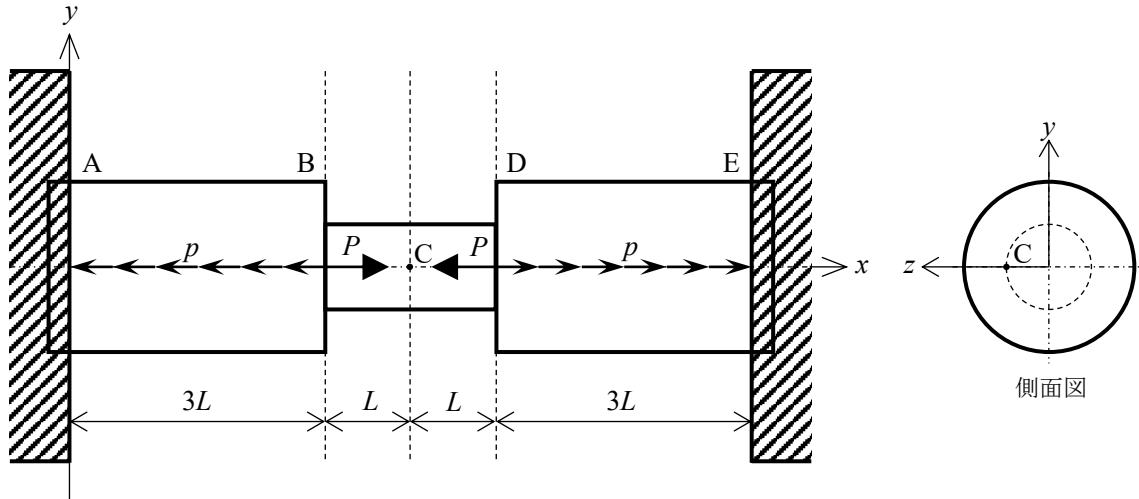

Fig. 2 両端が壁に固定された段付き丸棒.
- [2] 点 A, 点 E において壁に固定された段付き丸棒があり, 図 2 のように分布荷重 p と集中荷重 P が対称に作用している. 丸棒の AB 間, DE 間のヤング率を E_1 , BD 間のヤング率を E_2 とする. 断面積は AB 間, DE 間で $2S$, BD 間で S として, 以下の問い合わせに答えよ.